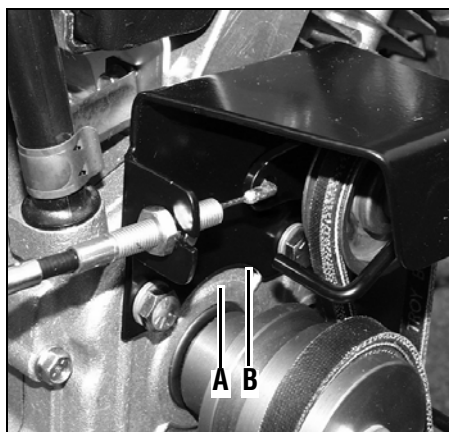

Figura 5-5: Mida la longitud del alambre del cable para verificar la tensión correcta de la correa de marcha atrás.
- Haga que un asistente tire de la perilla de control del embrague de marcha atrás totalmente hacia afuera y manténgala en esa posición. Mida la longitud del alambre del cable entre el extremo del ajustador del cable roscado (A, Figura 5-5) y el extremo del accesorio Z (B) al cual está unido el alambre del cable.